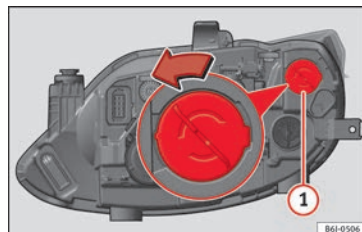
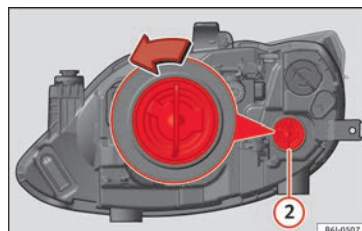

Fig. 92 Feu DRL (feu de circulation de jour) du phare simple.
Fig. 93 Clignotant du phare simple.
- Tournez le support d'ampoules » fig. 92 ① ou » fig. 93 ② vers la gauche puis tirez.